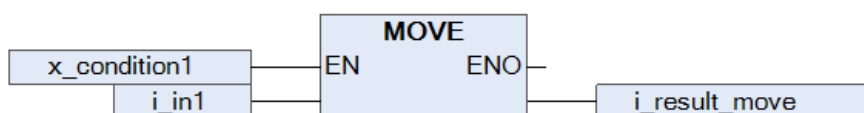
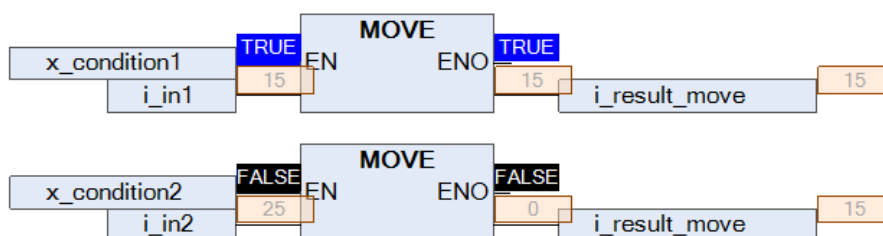

Рисунок 2.28 – Оператор «Присвоение» с дополнительным входом условия
Рисунок 2.29 – Работа оператора «Присвоение»
В качестве оператора блок «Присвоение» используется с дополнительными входами условиями срабатывания (EN/ENO) (рис. 2.28). Вход «EN» служит для условия срабатывания блока присвоения (рис. 2.29) и имеет тип данных BOOL. Принцип работы следующий: если на вход запуска работы блока присвоения (EN) приходит логическая единица, то значению выхода присваивается значения входа, иначе выход имеет свое состояние, которое ему было присвоено ранее. Стоит заметить, что типы данных входного и выходного элемента должны совпадать.